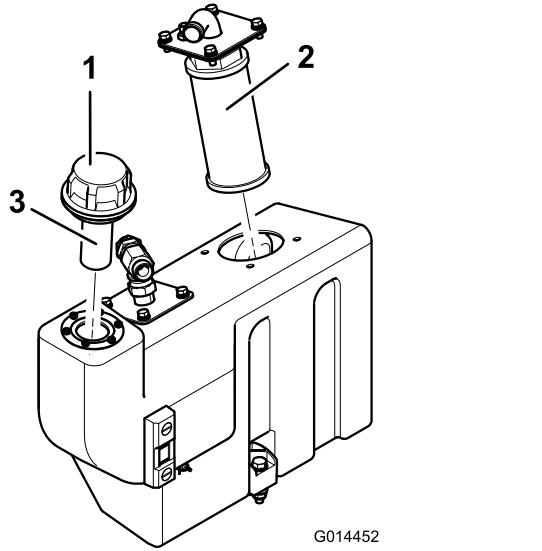

Figura 76
1. Retire la brida de aspiración del depósito de aceite para tener acceso al filtro de aspiración (Figura 76).
2. Desenrosque y retire el filtro de malla y límpielo con queroseno o gasolina antes de instalarlo (Figura 76).